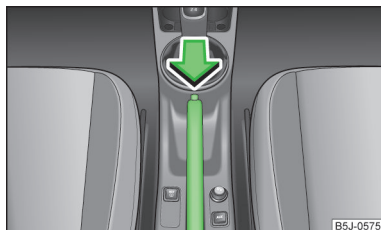

Fig. 103
- Trageți puțin în sus maneta frânei de mână și apăsați **simultan** butonul de blocare » fig. 103.